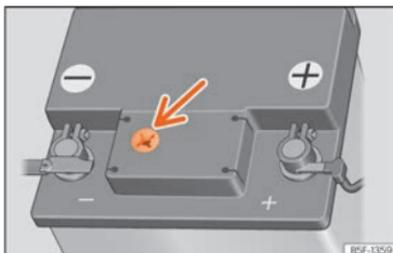

Abb. 217 Sichtfenster an der Oberseite der 12-Volt-Fahrzeuggatterie (Prinzipdarstellung).
- Prüfen Sie die Farbanzeige im runden Sichtfenster an der Oberseite der Batterie »» (Abb. 217).